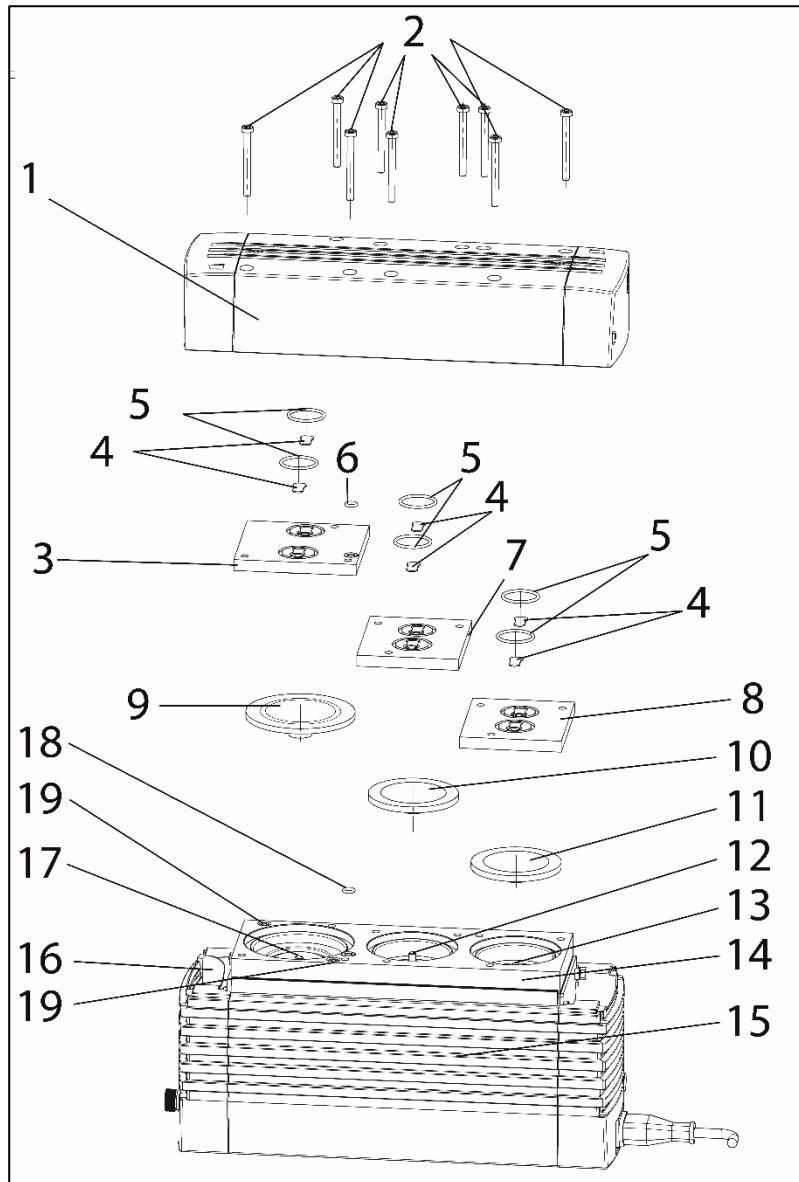

Abb. 17: Explosionszeichnung N 920 APE-W
1. Die neun Befestigungsschrauben (2) lösen und die Kopfabdeckung (1) vom Pumpengehäuse (15) abnehmen (siehe Abb. 17)
2. Zwischenplatte (3) und Membranaufnahme (14) durch einen durchgehenden Filzstiftstrich markieren. Damit lässt sich ausschließen, dass die Teile beim Zusammenbau falsch montiert werden.
3. Zwischenplatte (7) und Membranaufnahme (14) durch zwei durchgehende Filzstiftstriche markieren.
4. Zwischenplatte (8) und Membranaufnahme (14) durch drei durchgehende Filzstiftstriche markieren.
5. Zwischenplatten (3), (7) und (8) von Membranaufnahme abnehmen.